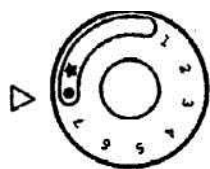

Рисунок 5.
**Внимание!** Установка ручки управления в требуемое положение производится путем легкого нажатия и поворота в нужное положение. Изначально ручка управления находится в положение "Точка" (рисунок 5). Пилотная и основная горелки погашены (подача газа к ним заблокирована).
- выключение котла производить путем поворота ручки управления в положение «Точка» (рисунок 5). При этом пилотная и основная горелка (если горят) погаснут.